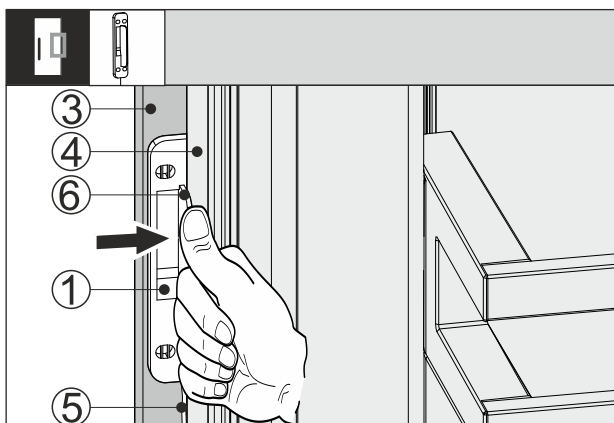

Fig. 66
- ▶ Pousser le capteur de frappe Fig. 66 (1) entre la façade du meuble Fig. 66 (3) et la porte de l'appareil Fig. 66 (4) de manière à légèrement tendre le câble Fig. 66 (5). La butée Fig. 66 (6) du capteur de frappe est contre la porte de l'appareil Fig. 66 (4).
- ▶ Presser le capteur de frappe Fig. 66 (1) contre la façade du meuble Fig. 66 (3).
- ▷ Le capteur de frappe Fig. 66 (1) est collé. Coller le capteur de frappe permet d'optimiser la transmission du signal de frappe.
La fixation permanente du capteur de frappe Fig. 66 (1) augmente sa durée de vie.
- ▶ Avec les vis fournies, visser le capteur de frappe Fig. 66 (1) sur la façade de l'appareil Fig. 66 (3).